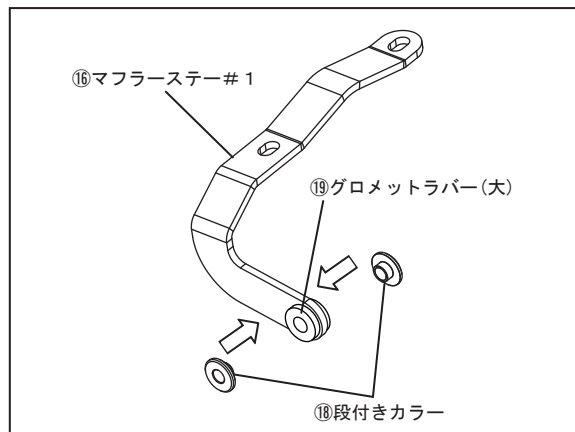

FIG. 6
5. ②マフラスター# 1 に①⑨グロメットラバー(大)、①⑧段付きカラーを取り付けて下さい。(FIG. 6 参照)
6. ②⑩六角ボルトM8×35を予め①⑥マフラスター# 1のラバー、カラーを取り付けた穴に車両側から通して下さい。